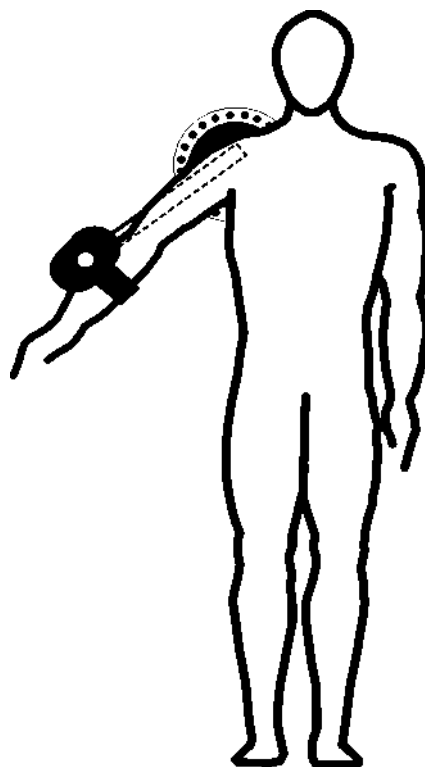

Figure 1
8. La position du test est comme suit : le sujet doit se tenir debout les pieds dans la même position, à plat sur le sol et écartés à la largeur des épaules ; les épaules doivent être à niveau, en adduction et en position neutre par rapport à la rotation ; l'épaule testée doit être à 45 degrés d'abduction ; le coude doit être complètement étiré et l'avant-bras en position neutre (figures 1 et 2).